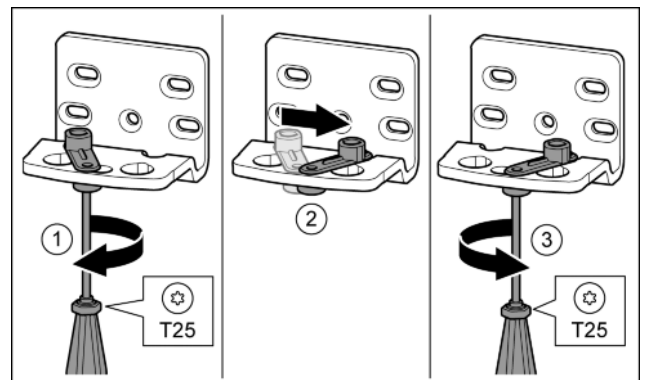

Fig. 17
- ▶ Visser la vis sans serrer avec un tournevis T25. Fig. 17 (1)
- ▶ Soulever le ressort de fermeture et le tourner de 90° à droite dans l'alésage. Fig. 17 (2)
- ▶ Serrer la vis avec un tournevis T25. Fig. 17 (3)